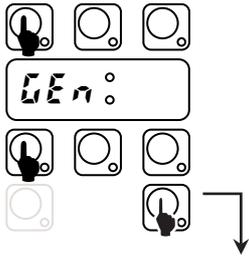

Bild 17 Zugang Anwendermodus (5 Sek drücken)
- In die Anwendereinstellungen gehen durch mindestens **5 Sekunden** langes Drücken der Tasten EIN/AUS und ZYKLUS_1; im Display erscheint  (Bild. 17).